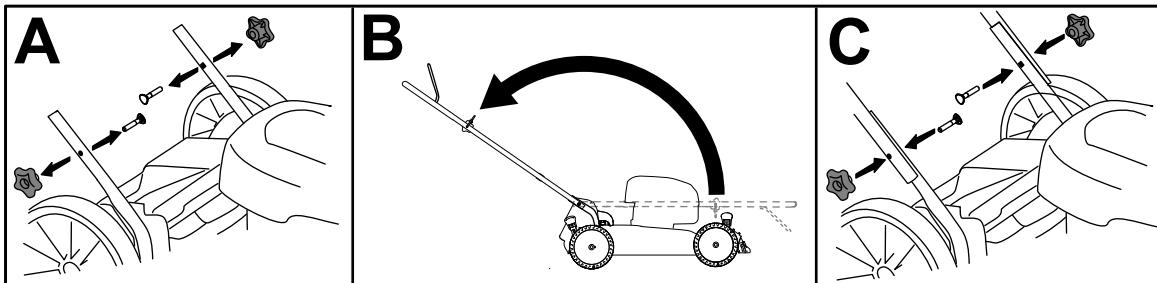

Figure 3
1. Retirez les boutons du guidon et les boulons correspondants du carter de la machine (A de Figure 3).
2. Placez la partie supérieure du guidon sur la partie inférieure et dépliez le guidon (B de Figure 3).
3. Installez les boutons du guidon à l'aide des boulons correspondants et serrez-les fermement à la main (C de Figure 3).